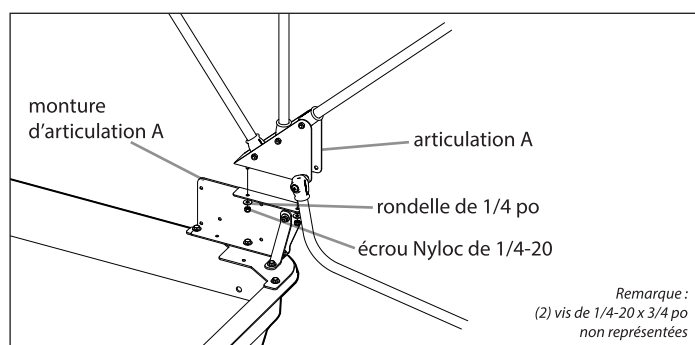

FIGURE 2
4. Attacher l'articulation A (68141) à la monture d'articulation A (68052) avec deux (2) vis de 1/4-20 x 3/4 po, quatre (4) écrous Nyloc de 1/4-20 et des rondelles de 1/4 po. **VOIR FIGURE 2**
5. Répéter l'étape 3 sur le côté opposé avec l'articulation B (68142). **VOIR FIGURE 2**